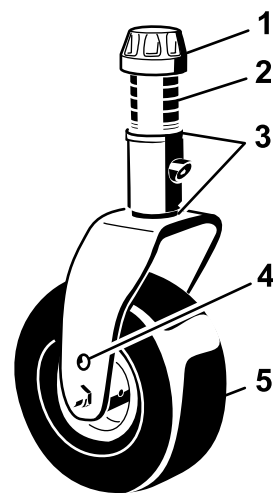

Рисунок 19
4. Снимите колпачковую гайку с вала шпинделя и извлеките шпиндель из рычага поворотного колеса (Рисунок 19).